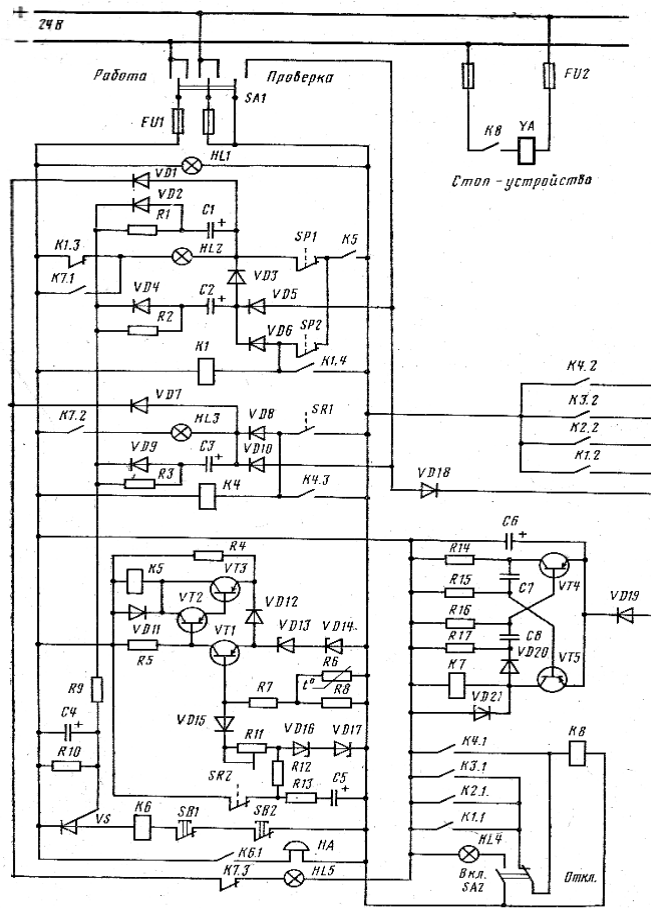

Рис. 2
2. Назвать элементы и назначение в схеме СПАС-30, принцип работы схемы в аварийных ситуациях с главным двигателем (рис.2)